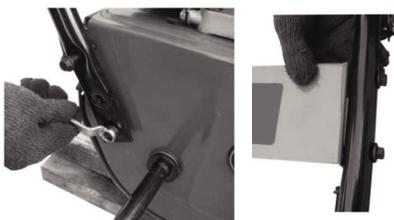

рис. 2
- закрепите рукоятку при помощи четырёх шестигранных болтов (по два болта с левой и правой стороны) (рис. 2);
- прикрепите панель управления (рис.1 поз.20) при помощи четырёх шестигранных болтов (по два болта с левой и правой стороны) (рис. 2).